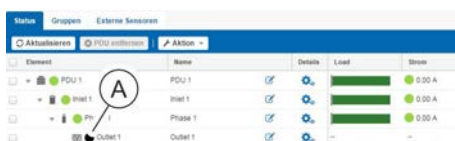

Abb. 143: Menü "Status" – Registerkarte "Status"
- Der softwareseitige Schaltzustand des Elements wird in schwarzer Farbe angezeigt (Abb. 143/A).